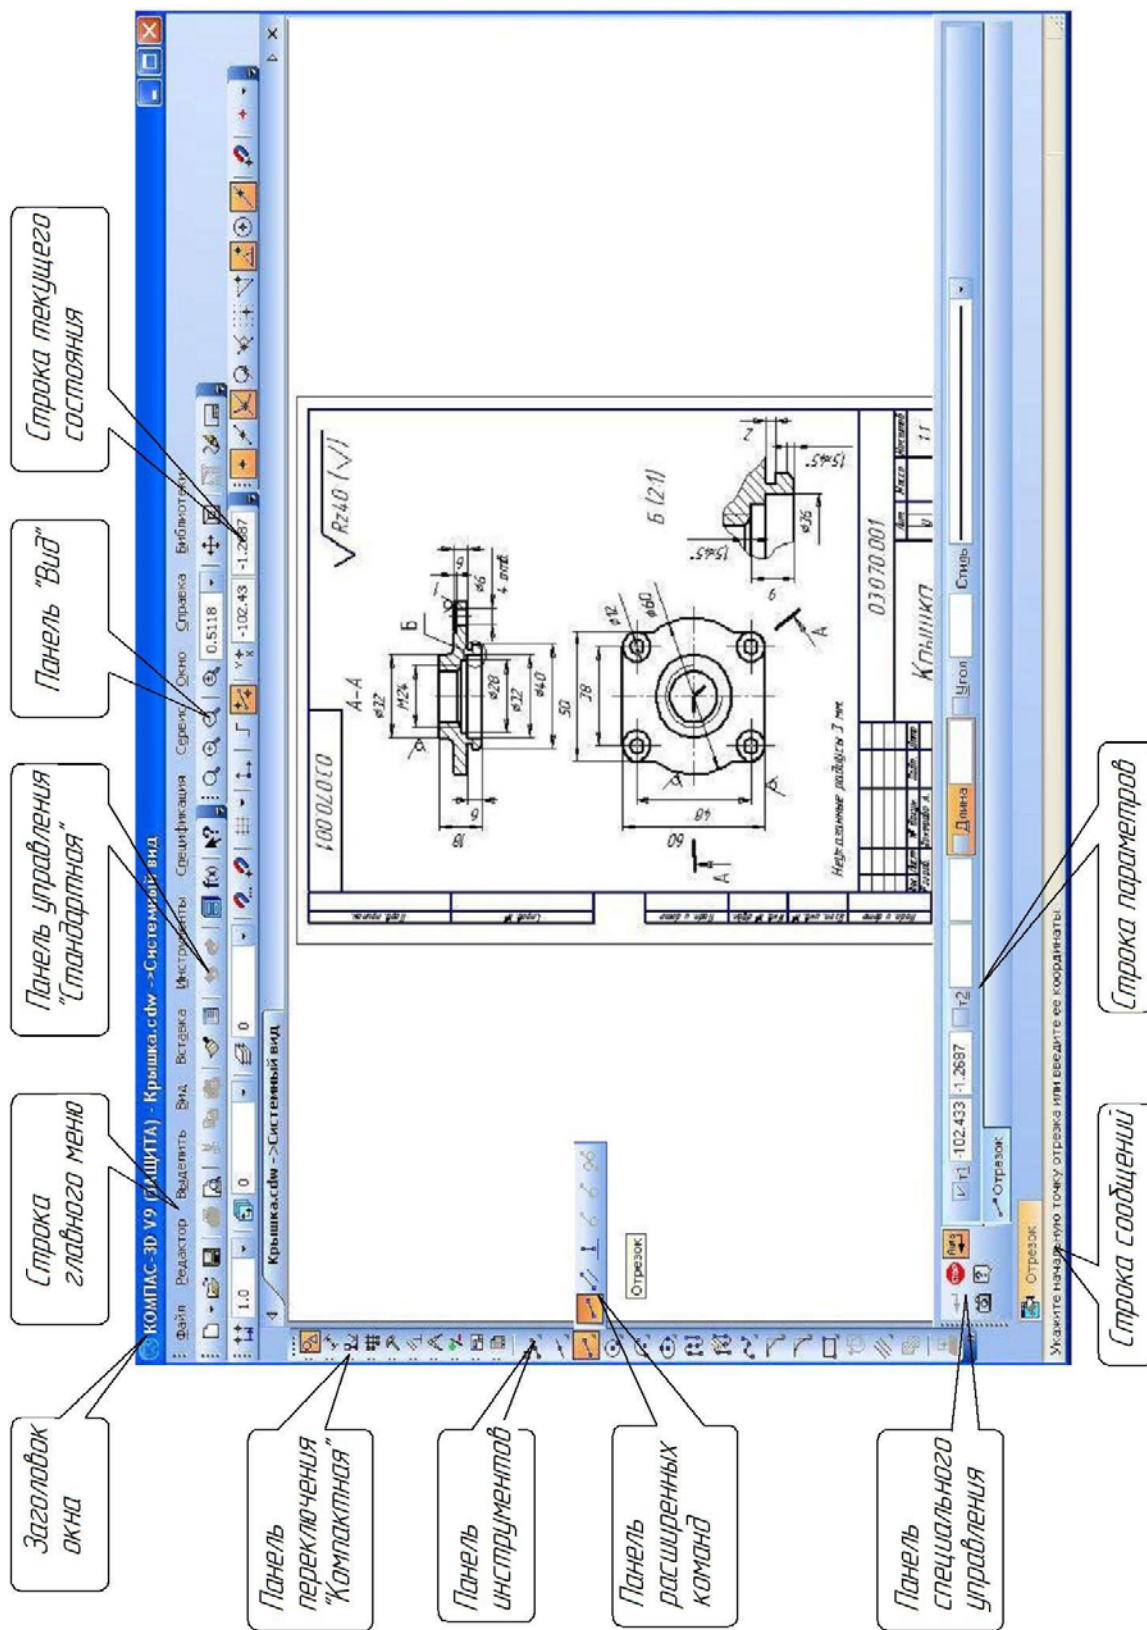

Рис. 1.2. Окно КОМПАС-Г-График
*Строка заголовка* (см. рис. 1.2) располагается вверху окна и содержит название и номер версии программы, тип открытого документа («Чертеж» или «Фрагмент»), полный путь, определяющий положение документа на жестком диске, и имя файла. Также справа в *Строке заголовка* расположены три кнопки управления окнами: